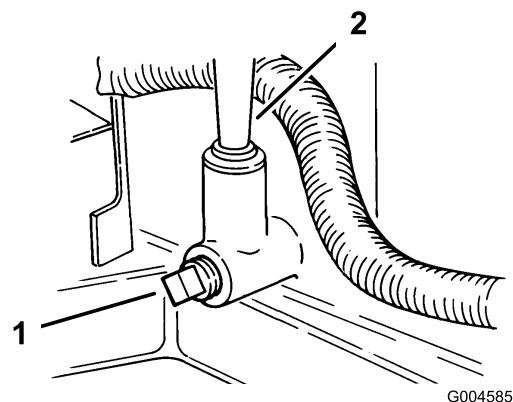

Figure 22
9. Placez un bac de vidange sous l'orifice de remplissage/jauge et enlevez le bouchon de vidange (Figure 22).